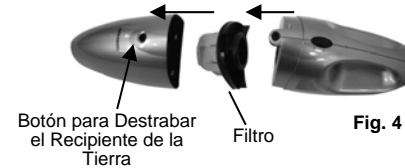

Fig. 4
2. Verifique que el filtro esté instalado, luego vuelva a colocar el recipiente de la tierra. (Fig. 4)